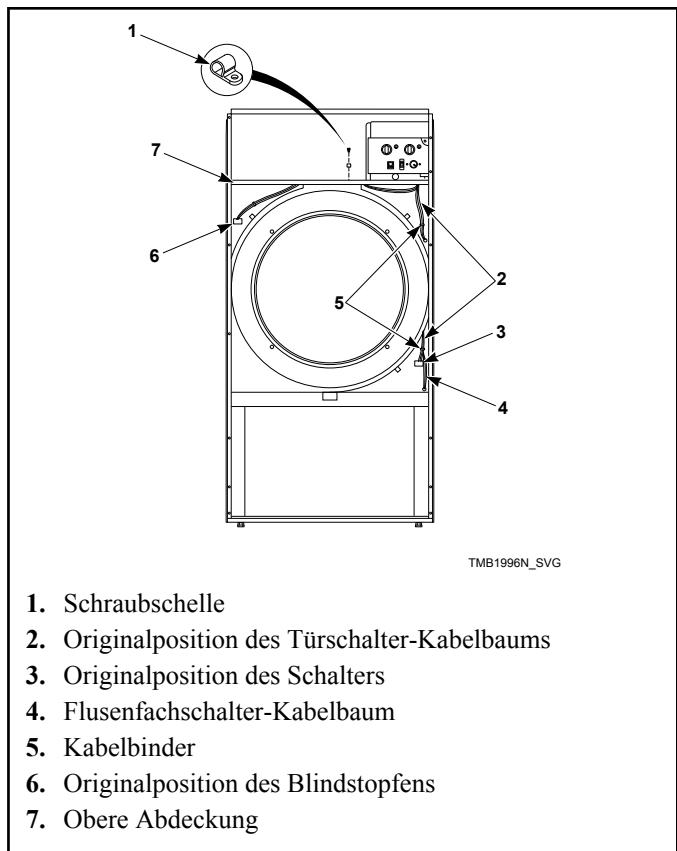

Abbildung 12
7. Die Kabelbinder durchschneiden, um den Türschalter-Kabelbinder zu entfernen. Darauf achten, die Kabel im Kabelbaum nicht zu beschädigen. Siehe Abbildung 12 .